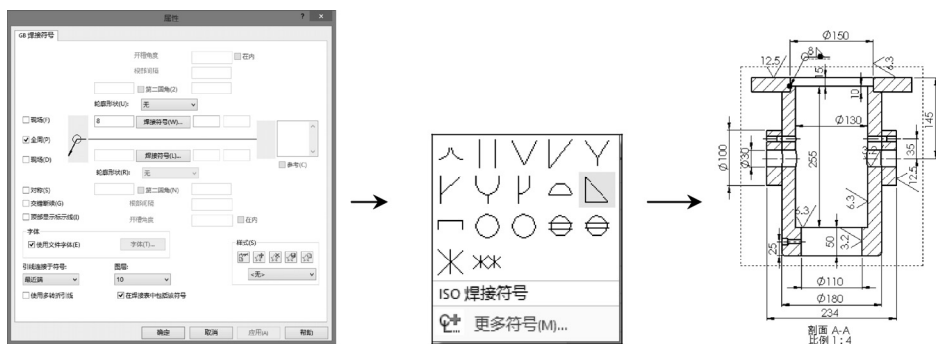

图 7-106 添加焊接符号标注
STEP 9 单击“注释”工具栏中的“焊接符号”按钮, 打开“属性”对话框, 设置焊缝大小为 8, 并勾选“全周”复选框, 单击“焊接符号”按钮, 打开下拉列表, 设置焊接类型为“填角焊接”, 单击剖视图内部角位置, 添加焊接标注, 如图 7-106 所示。